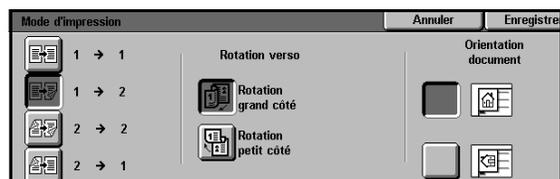

Figure 14 : Mode d'impression recto verso
- **1 - 2** : permet d'obtenir des copies recto verso à partir de documents recto (voir la figure 14). Sélectionnez **Rotation grand côté** pour que les images soient orientées tête-tête tel un livre. Choisissez **Rotation petit côté** pour qu'elles se présentent tête-bêche tel un calendrier.